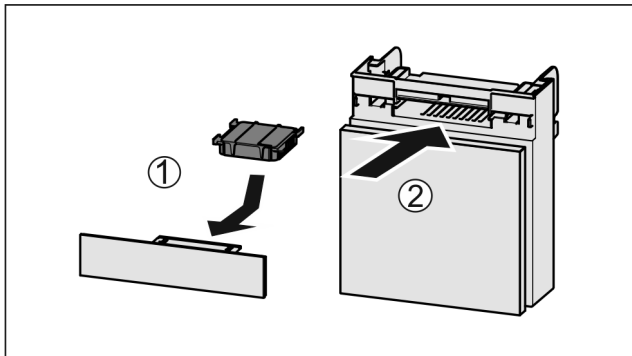

Fig. 77
- ▶ Inserire il vano Fig. 77 (2).